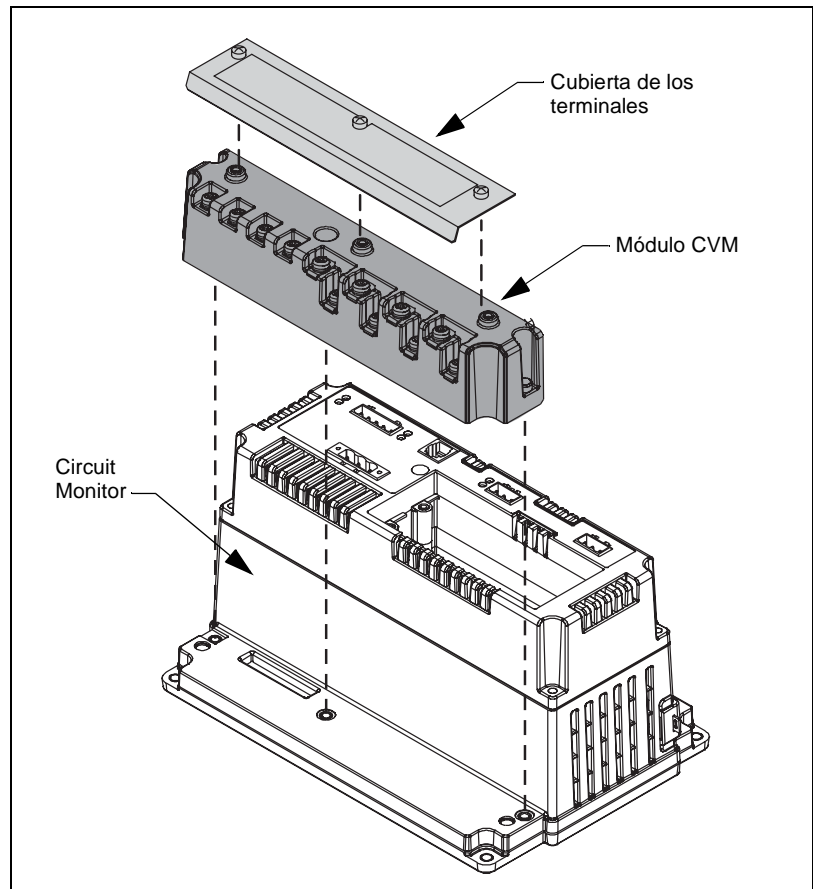

Figura 1: Desmontaje e instalación del módulo
Para desmontar y volver a instalar el módulo, siga las instrucciones que se indican a continuación y consulte la Figura 1 en el reverso de esta hoja.
- a. Extraiga los fusibles del transformador de tensión (TT) o desconecte el interruptor de desconexión de tensión para desconectar la medición de tensión.
- b. Cortocircuite los transformadores de intensidad (TI) secundarios para desconectar la medición de intensidad.
6. Extraiga el módulo hacia arriba en vertical hasta que se suelte del Circuit Monitor, tal como se muestra en la Figura 1.